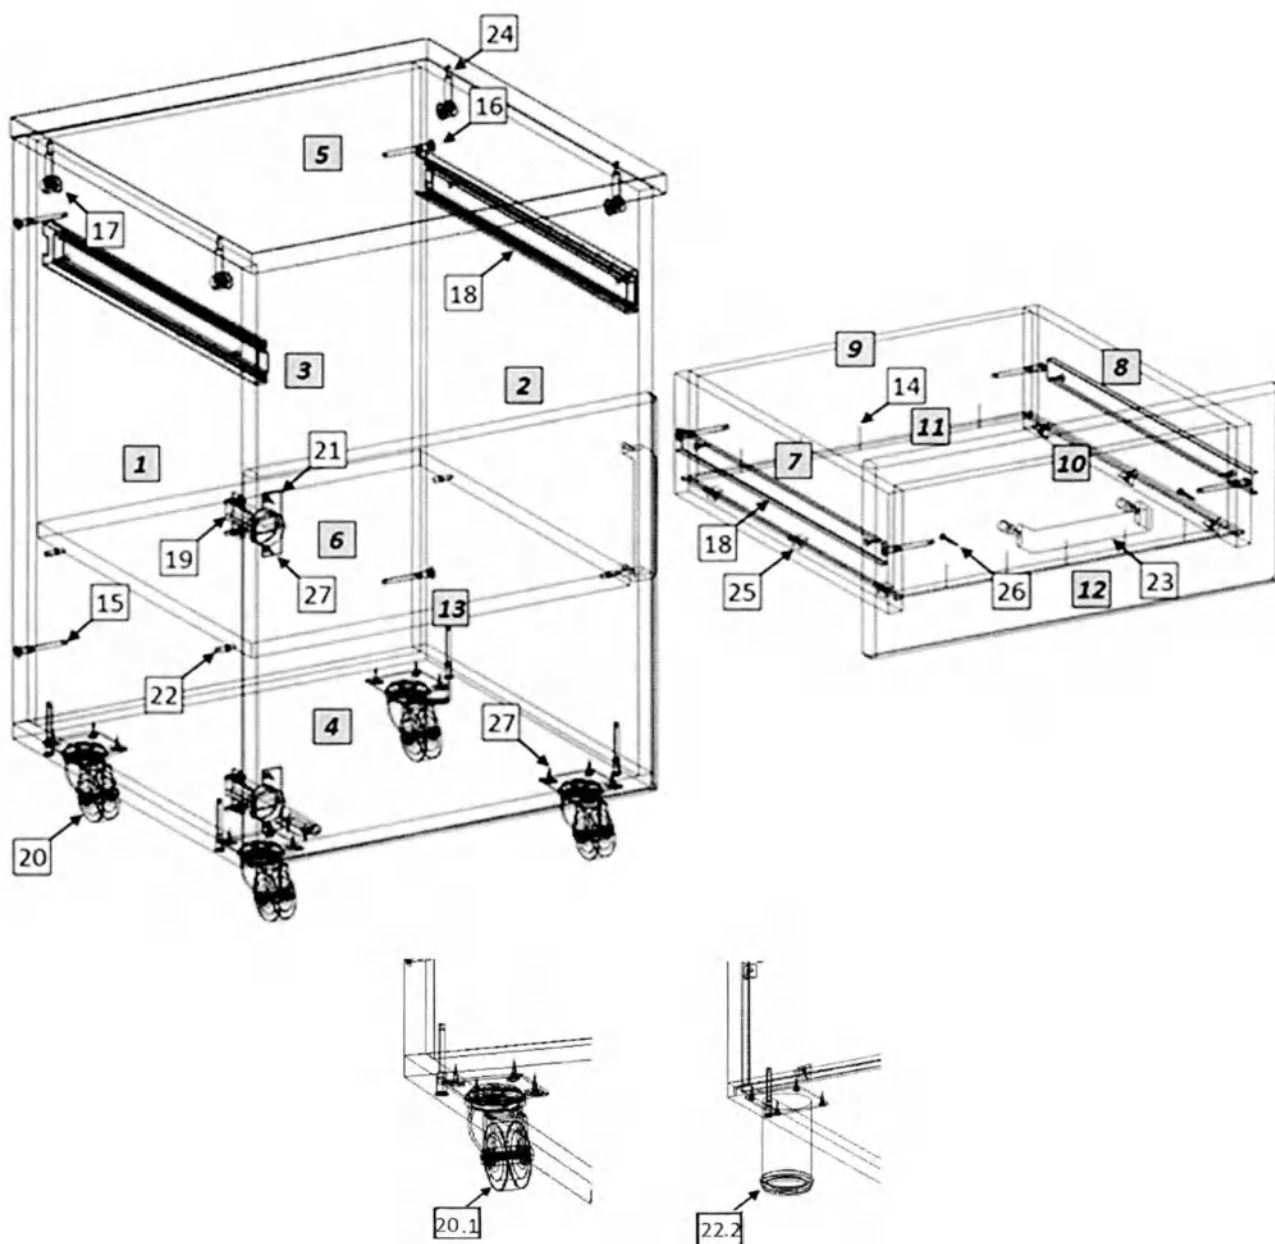

Рис.1
1. Внимательно ознакомьтесь со схемой сборки, изображённой на рис.1, сверяясь со спецификацией на изделие. Согласно схеме и спецификации определите расположение деталей в изделии и порядок их сборки. Сборка производится на ровном полу, укрытом материалом, предотвращающим повреждение покрытия пола и деталей мебели. Подготовьте необходимые для сборки инструменты – плоскую и крестовую отвёртки, молоток, ключ на 17 мм, рулетку или линейку.
2. На металлических каркас-ножках (20) при помощи ключа 17 мм установите колесные опоры (19). На вертикальных боковых стенках (1,2) установите полкодержатели (15) и цилиндрические части эксцентриковых стяжек (17). Установите ответные планки петель (13).
3. Как показано на рис. 1, соедините боковые стенки (1,2) и заднюю стенку (3) – евровинтами 7х50 (9), боковые стенки (1,2) с горизонтальными стенками (4,5) и каркас-ножками (20) – евровинтами 7х70 (10). При помощи эксцентриковых стяжек (17) установите крышку (6). На видимые головки евровинтов и эксцентриков установите заглушки (11,12).
4. На двери (8) шурупами 4×16 (18) закрепите петли (14); установите ручку (16). Дверь (8) закрепите к боковой стенке тумбы (1). При необходимости выровняйте положение двери регулировочными винтами петель. Установите полку (7) на полкодержатели (15).